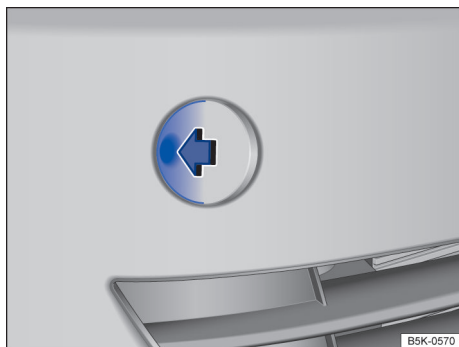

Fig. 166 No lado direito do para-choque dianteiro: retirar a tampa.
O alojamento da argola de reboque rosqueável se encontra no lado direito do para-choque dianteiro, atrás de uma tampa → Fig. 166.
- Pressione na lateral da tampa → Fig. 166 (seta) para desencaixá-la.